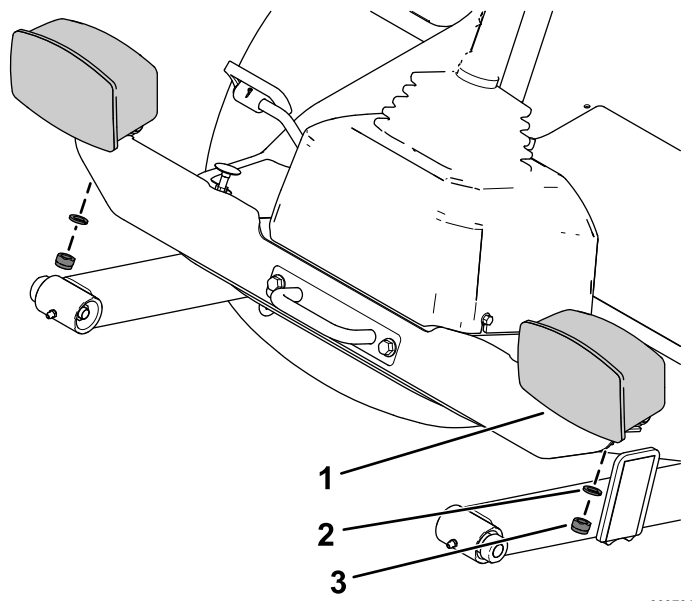

Figure 20
3. Fixez les blocs d'éclairage gauche et droit sur le support transversal à l'aide de la rondelle frein et de l'écrou hexagonal de chaque bloc (Figure 20).